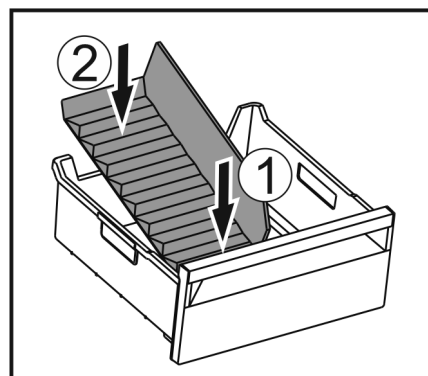

Fig. 147
- Aseta jäälaatikon jakajan etuosa paikalleen. Fig. 147 (1)
- Laske jäälaatikon jakajan takaosa vetolaatikon pohjalle saakka. Fig. 147 (2)